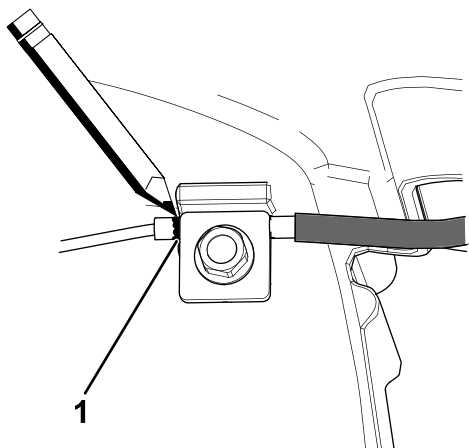
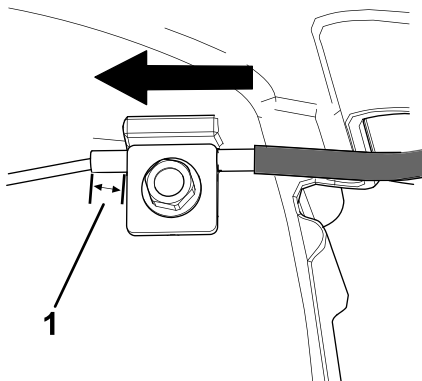

Figura 34
Figura 35
7. Marque el cable de freno (Figura 34), luego ajuste la cubierta hasta que quede aproximadamente 8 mm (5/16") de holgura (Figura 35).